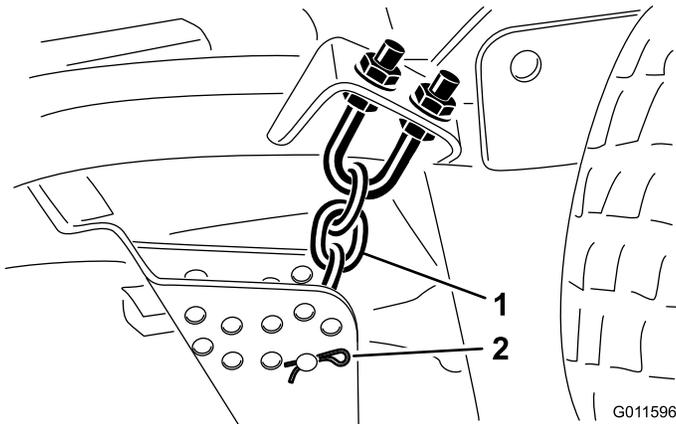

Bild 18
5. Entfernen Sie den Splint und den Lastösenbolzen, mit denen die Schnitthöhenkette an der Rückseite des Mähwerks befestigt ist (Bild 18).